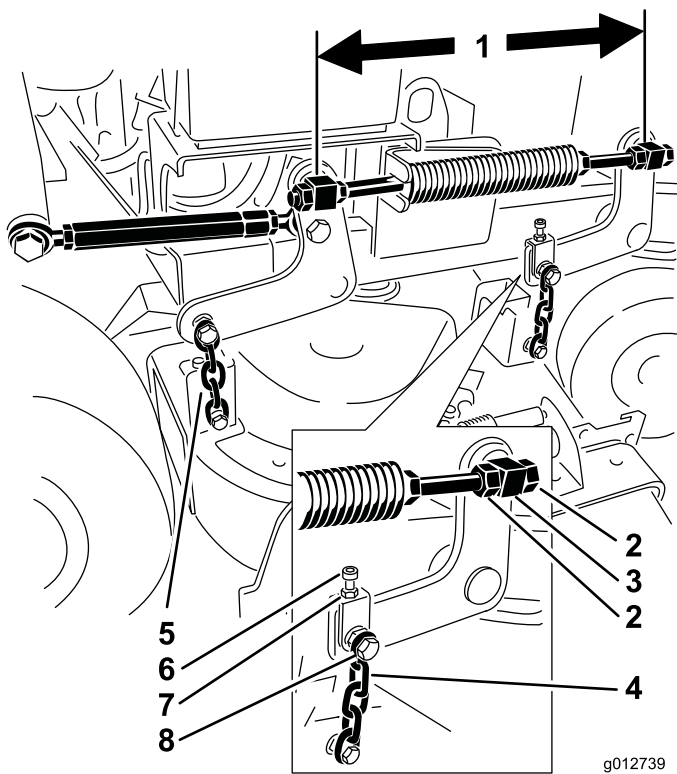

Figura 83
6. Compruebe la distancia entre los pivotes; mida del centro de un pivote al centro del otro (distancia entre centros) en la varilla roscada. Esta distancia debe ser de 49.5 cm (19-1/2 pulgadas) para carcasas de corte de 36 pulgadas, y de 43.7 cm (17-3/16 pulgadas) para carcasas de corte de 40 pulgadas (102 cm) (Figura 83).
9. Utilice las contratuercas del pivote delantero para ajustar la longitud entre los pivotes delantero y trasero en ese lado (Figura 83).
11. Utilice el perno de ajuste para obtener la misma tensión en ambas cadenas delanteras (Figura 83).
5. Afloje la tuerca del perno superior de la cadena y la contratuerca del perno de ajuste (Figura 83).
6. Apriete o afloje el perno de ajuste para obtener una distancia de 6 a 10 mm (1/4 a 3/8 pulgadas) menos en la parte delantera, en **A** que en la parte trasera, en **B** (Figura 83).